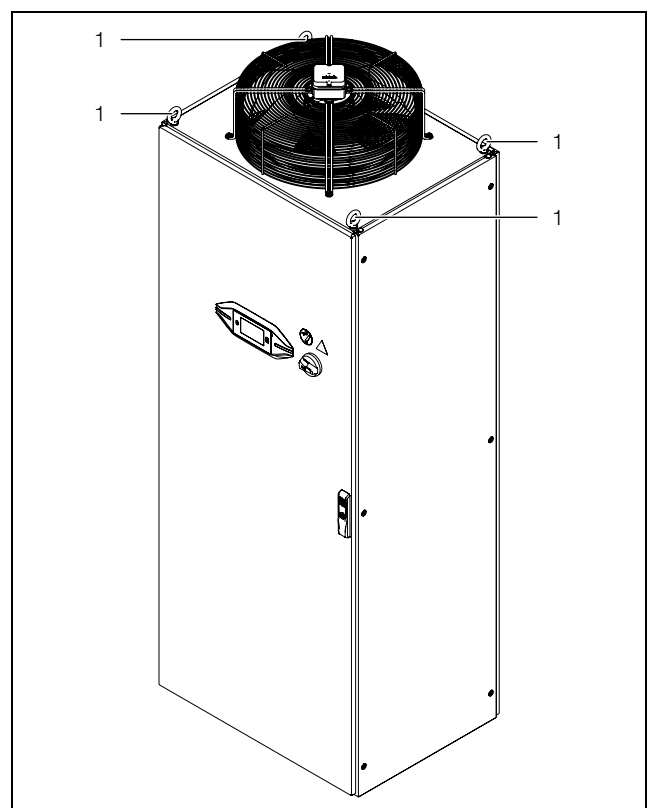

Abb. 6: Transport
- an den dafür vorgesehenen Transportösen mit Hebezeugen (Abb. 6, Pos. 1).